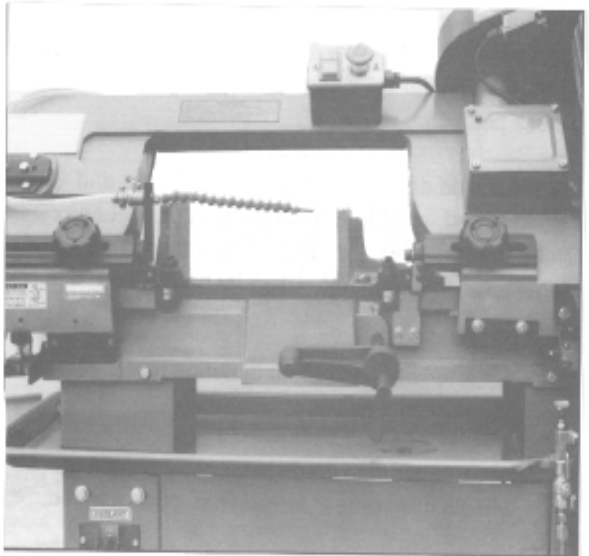

Fig. 6
2. Den Knopf (A, Fig. 6) und die Schraube (B) lösen. Den Bandführungsarm so nahe wie möglich ans Werkstück stellen.
3. Den Knopf (A) und die Schraube (B) wieder festziehen. Den Netzstrom mittels Hauptschalter wieder zuschalten.